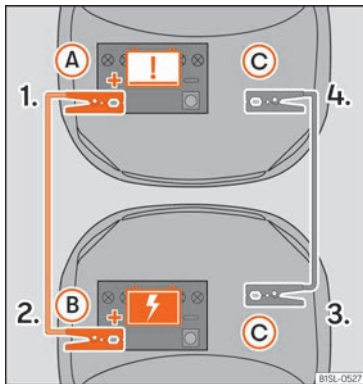

Abb. 41 Anschlussplan.
Starthilfekabel nur in folgender Reihenfolge anklemmen »» Abb. 41 1. > 2. > 3. > 4.
- Klemmen Sie ein Ende des roten Starthilfekabels an den Pluspol + des Fahrzeugs mit der entladenen Fahrzeugbatterie (A)
- »» Abb. 41.
- Klemmen Sie das andere Ende des roten Starthilfekabels an den Pluspol + des Strom gebenden Fahrzeugs (B).
- Klemmen Sie ein Ende des schwarzen Starthilfekabels (C) an einen geeigneten Masseanschluss, an ein massives, fest mit dem Antrieb verschraubtes Metallteil oder an den Antrieb des Strom gebenden Fahrzeugs selbst.
- Klemmen Sie das andere Ende des schwarzen Starthilfekabels (C) im Fahrzeug mit der entladenen Batterie an ein mit dem Motorblock verschraubtes, massives Metallteil oder an den Motorblock selbst, aber so weit wie möglich von der Batterie (A) entfernt an. Schwarzes Starthilfekabel nicht am Minuspol – der 12-Volt-Fahrzeugbatterie anklemmen. Ansonsten könnte es zu einer falschen Bewertung des Batteriezustandes in der Fahrzeugelektronik kommen.